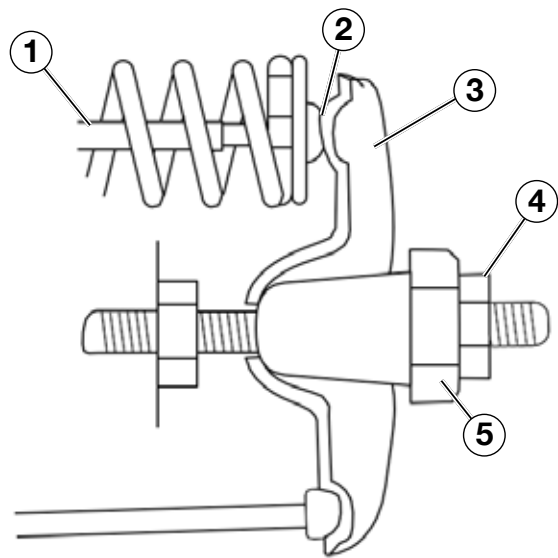

Figure 21
- 5. Insérer une jauge d'épaisseur entre le culbuteur et la tige de culbuteur et vérifier l'écart (voir Figure 21). Voir le tableau 2 pour les spécifications du jeu de soupape.